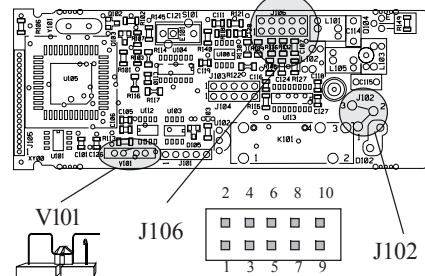

Fig. 14
- 2) Préparer le contact interne V101 (voir fig. 14) sur la position ouverte.